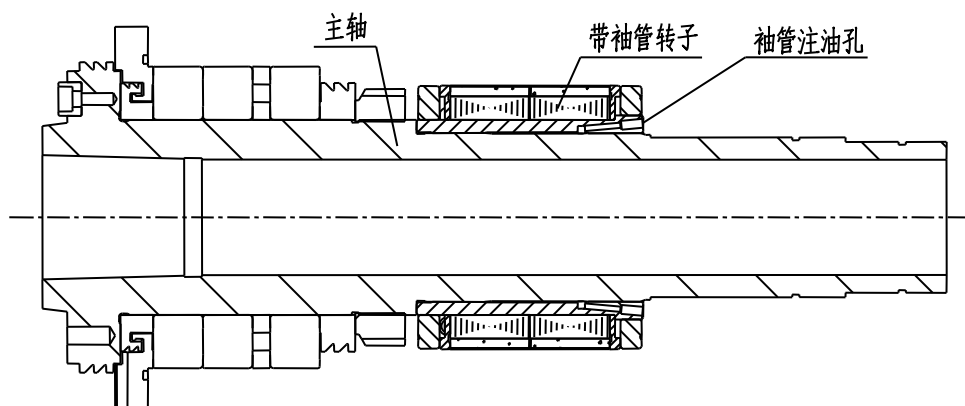

图 6-3-1-1 带袖管转子装配示意图
- 5) 至此, 转子安装完成, 如图 6-3-1-1 所示。